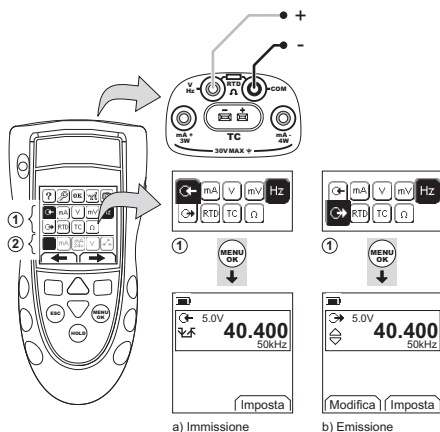

Figura 6: Esempio di configurazione – per misurare/emettere Hz o impulsi
1. Collegare lo strumento (Figura 6) e, se necessario, modificarne il Setup (Tabella 1).